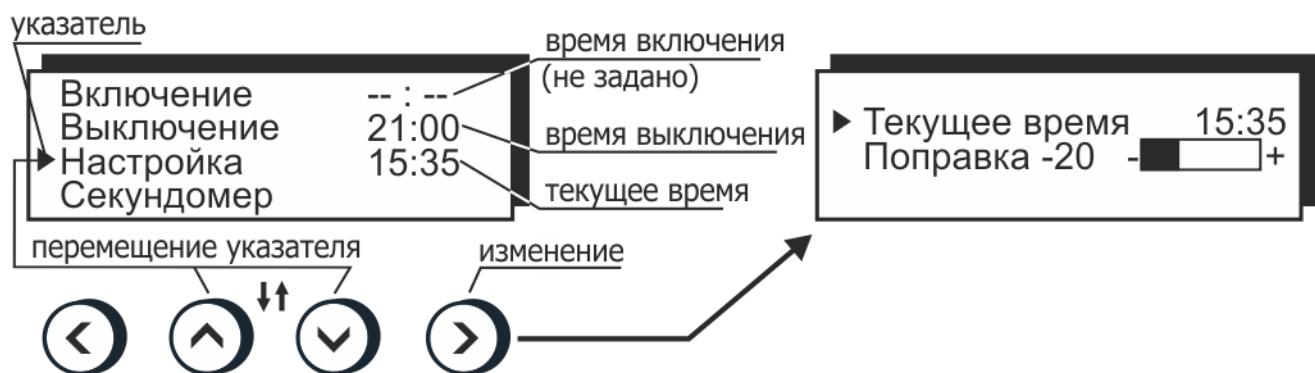

Рисунок 10 — Управление встроенными часами
- нажатиями кнопок ( $\blacktriangle$ ) и ( $\blacktriangledown$ ) установить указатель против нужного времени: включения или выключения (рисунок 10);
- нажатиями кнопок (▲) и (▼) установить указатель против пункта “Секундомер” (рисунок 10);